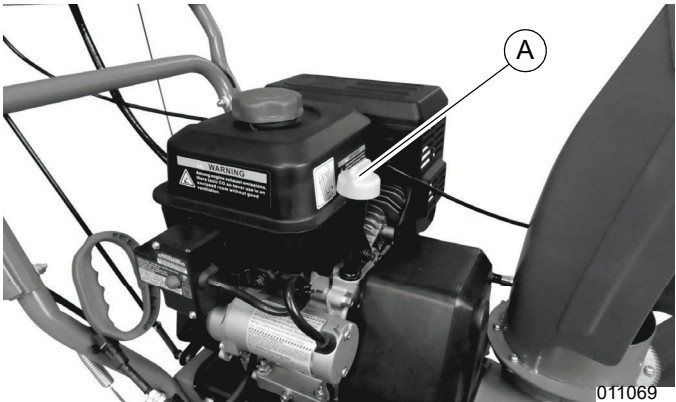

Figura 2-20. Varilla de nivel de aceite y abertura de llenado de combustible
2. Consulte la Figura 2-20. Retire la varilla de nivel de aceite y la tapa de la abertura de llenado (A).